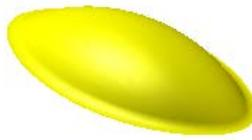
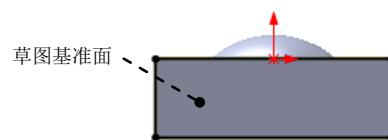
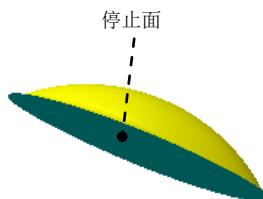

图 15.4.7 切除一拉伸 1
图 15.4.8 横断面草图
图 15.4.9 成形工具 5
Step5. 创建图 15.4.7 所示的切除一拉伸 1。
(1) 选择命令。选择下拉菜单 **插入(I)** → **切除(C)** → **拉伸(E)...** 命令。
(2) 定义特征的横断面草图。
① 定义草图基准面。选取图 15.4.8 所示的表面作为草图基准面。
② 定义横断面草图。在草图环境中绘制图 15.4.8 所示的横断面草图。
(3) 定义切除深度属性。在“切除一拉伸”对话框 **方向 1** 区域的 **文本框** 下拉列表中选择 **完全贯穿** 选项，其他选择默认设置值。
(4) 单击 按钮，完成切除一拉伸 1 的创建。
Step6. 创建图 15.4.9 所示的零件特征——成形工具 5。
(1) 选择命令。选择下拉菜单 → → 命令。
(2) 定义成形工具属性。激活“成形工具”对话框的 **停止面** 区域，选取图 15.4.7 所示的模型表面为停止面。
(3) 单击 按钮，完成成形工具 5 的创建。